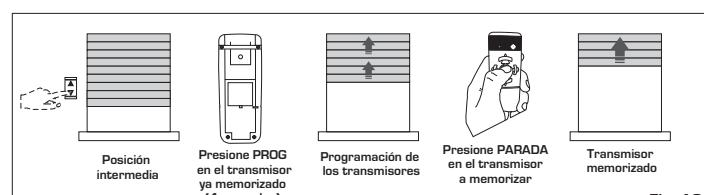

Fig. 12
- Dentro de 8 segundos, presione la tecla **PARADA** del transmisor a memorizar (en el caso de sensores de radio, presione la tecla indicada en el manual de instrucciones del sensor). El motor memorizará el código y señalizará la operación con un pequeño movimiento hacia arriba (véase la Fig. 12).